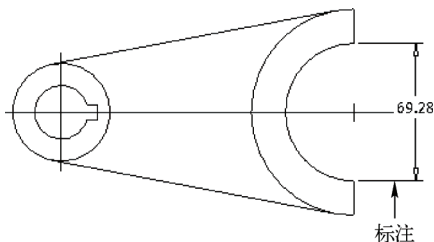

图 4-10 标注两点距离尺寸
STEP 02 在功能区选项板的“草绘”选项卡中，单击“尺寸”面板中的“法向”按钮，在绘图区合适的点上依次单击鼠标左键，移动鼠标指针至合适位置，单击鼠标中键，标注尺寸，再次单击鼠标中键，即可完成标注两点距离尺寸，效果如图 4-10 所示。